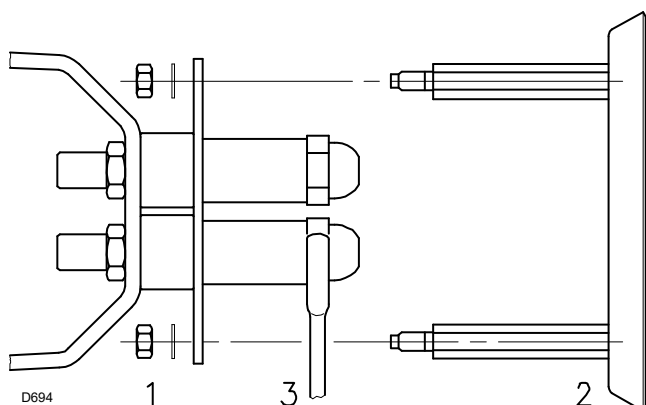

Abb. 13
- Die Muttern 1)(Abb. 13) und die Scheibe 2) abnehmen.
- Die Düsen mit dem Schlüssel 3)(Abb. 13) austauschen.